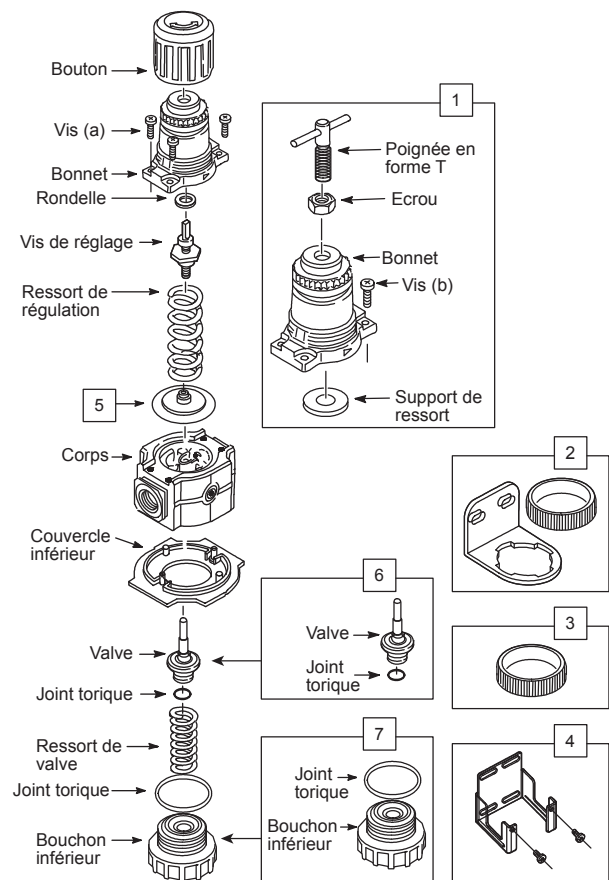

figure 2
INSTRUCTIONS D'OPERATION (Voir la Figure 2)
- 1 **Démontage (voir la figure 2)**
- Démontez conformément généralement aux pièces illustrées sur la Figure 2.
- 2 **Nettoyage (voir la figure 2)**
- 3 **Assemblage (voir la figure 2)**
- Assemblez comme indiqué sur la Figure 2.